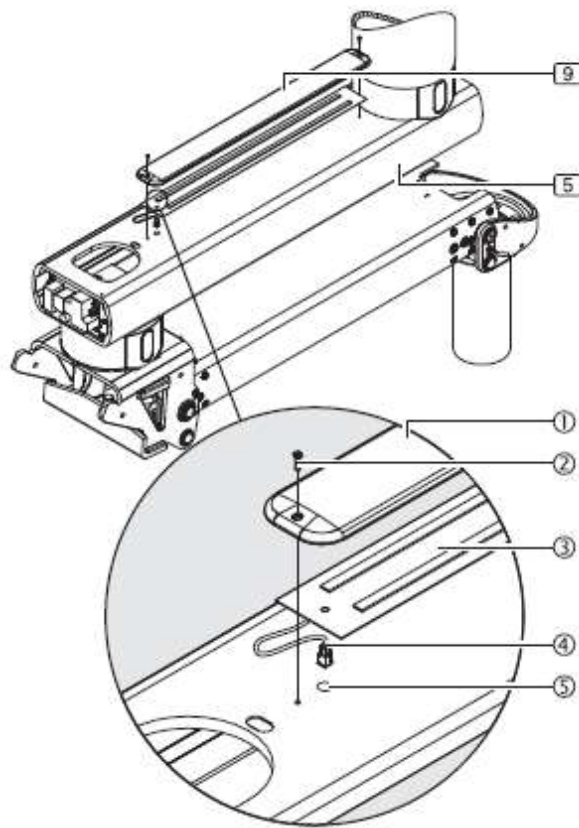

Abb.17 Montage des Indirektbeleuchtungsmoduls
Die indirekte Beleuchtung ⑨ des Auslegerarms ⑤ (Längen ab 800 mm und 1000 mm für das Modell XL) ist oben am Arm montiert. Abbildung 17 zeigt eine vereinfachte Darstellung nur mit Auslegerarm und Federarm ⑤ ohne vorkonfektionierte Kabel.
- Führen Sie das Verbindungskabel ④ der Grundhalterung mit LED ③ durch die Montageöffnung ⑤ zum Ausleger, ohne es zu knicken.
- Setzen Sie die Abdeckung ① auf die LED-Grundhalterung ③ und verschrauben Sie sie mit 2 Senkkopfschrauben M4 x 16 mm ② – DIN EN ISO 10642.
- Überprüfen Sie, ob die Beleuchtung des Auslegerarms ⑨ richtig positioniert und mit dem Auslegerarm ausgerichtet ist, ob sich das Verbindungskabel ④ im Auslegerarm befindet und ob die Schrauben fest angezogen sind.